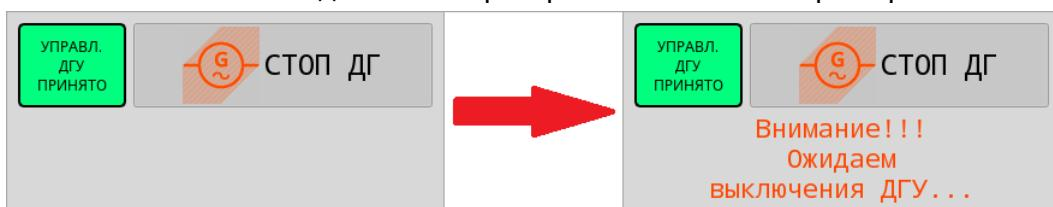

Рисунок 54
4. **Остановить дизель-генератор:** кнопкой (Stop DG), см. рис. 54.